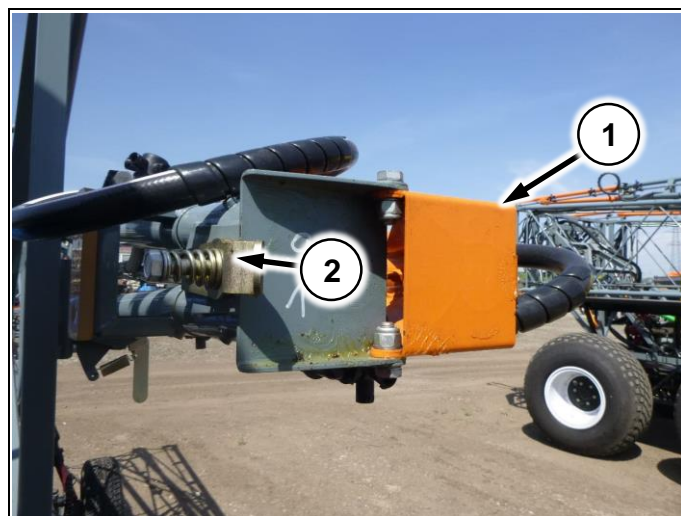

Рис. 104
3. Открыть флажок (Рис. 104/2) и открыть складывающуюся законцовку (Рис. 104/1) до фиксации в замке (Рис. 104/2)